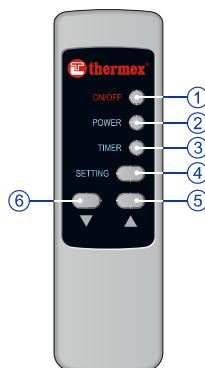

Fig. 4. Afstandsbediening voor modellen "ID".
7.2.9. Afstandsbediening voor modellen "ID" (Fig. 4).
Met de “Power” toets (Fig. 4, pos. 2) in de afstandsbediening kunt u tussen vermogen-modi omschakelen, d.w.z. “Single Power” of “Double Power” selecteren. De toets “Setting” (Fig. 4, pos. 4) komt overeen met de knop “>” in het bedieningspaneel, de toets “Timer” met de knop “<”, de toets “ON/OFF” (Fig. 4, pos. 1) is gelijk aan “”. Met behulp van de toetsen “” (Fig. 4, pos. 5) en “” (Fig. 4, pos. 6) kunt u bedrijfsparameters instellen / instellingen wijzigen.